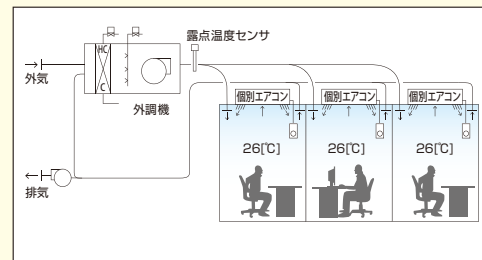
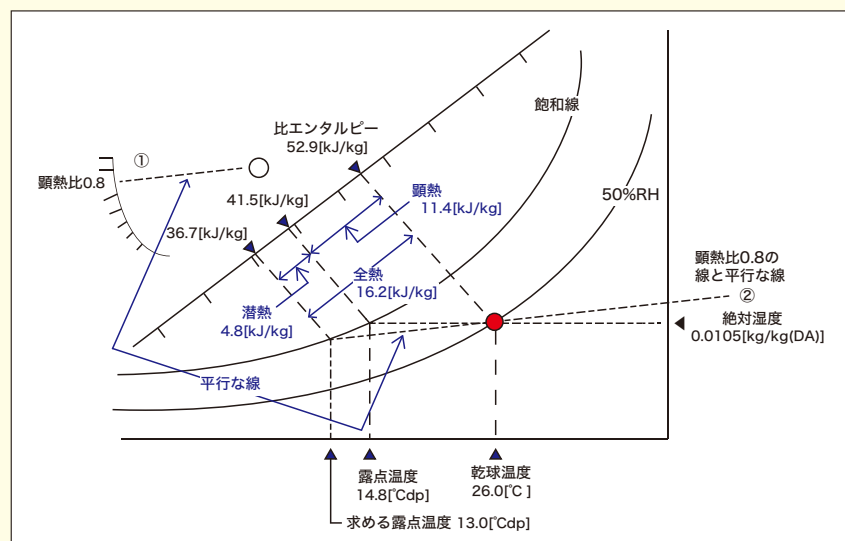

図3 空調機と露天温度センサ
図4 空気線図の読み方
図3は、ホテルの客室やビルの地下街にある店舗のように、細かく仕切られた空間へ新鮮外気を送る外調機の空調系統図です。各空間は室内天井にある個別エアコンで温度制御をしています。外調機は外気の一次処理と湿度制御をおこないます。例えば夏季は外気の予冷と除湿をおこない、冬季は外気の予熱と加湿をおこないます。このような空調方式で、夏季に室内が個別エアコンで26[°C]に制御されている場合、室内の湿度を50[%RH]にするためには、外調機の給気露点温度を何度にするか良いかを考えてみましょう。まず図4のように、空気線図上に目標値である26[°C]50[%RH]の点を取ります。ここから左に向かって飽和線にあたるまで横軸に対する平行線を引きます。これは空気を冷却していることを意味しています。その交点から下に線を引いた時の温度目盛りの読み値の14.8[°C dp]が、26[°C]50[%RH]の室内空気の露点温度になります。単位にある[dp]はdew pointの略で露点温度を表しています。ただし、外調機の吹き出し露点温度を14.8[°C dp]にしても、室内湿度は50[%RH]になりません。室内の冷房負荷には、照明やOA機器の発熱のように直接空気を温める負荷(顕熱負荷といえます)と、人の吐息や発汗によって湿度を上昇させる負荷(潜熱負荷といえます)があります。室内を26[°C]50[%RH]にするには、事前に外調機でこの潜熱分を取り除いておく必要があります。そのためにはまず顕熱比を決めます。今回は顕熱比を0.8とします。はじめに顕熱比目盛り0.8と顕熱比グラフの中心を結び線①を引きます。次にこの線と平行になり、かつ室内空気26[°C]50[%RH]の点を通る線②を引きます。その線と飽和線の交点の露点温度13.0[°C dp]が、求める外調機吹き出し出口の露点温度になります。そして、外調機の冷却コイルで取り去られる熱量が、比エンタルピー線上のメモリから、顕熱11.4[kJ/kg]、潜熱4.8[kJ/kg]、全熱16.2[kJ/kg]であることも空気線図から読み取れます。